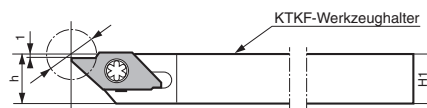

Abb. 1 Wenn eine TKF-AS/-ASRWendeschneidplatte befestigt ist (die Schneidkante liegt 1 mm tiefer als die Mittellinie).
- Hinweis 1) Die Schneidkante der TKF-AS/-ASR liegt 1 mm tiefer als die Mittellinie, wenn sie an dem KTKF-Werkzeughalter befestigt wird (siehe Abb. 1). Passen Sie die Höhe durch Festlegen der Einstellungen für die NC-Drehmaschine oder durch Einsetzen einer Platte an.